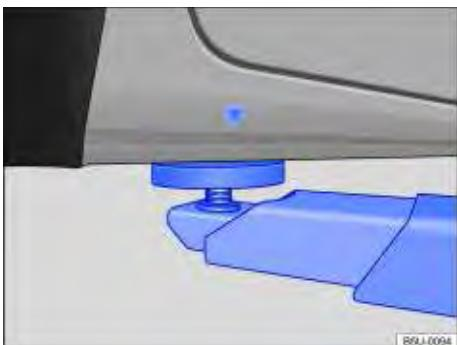
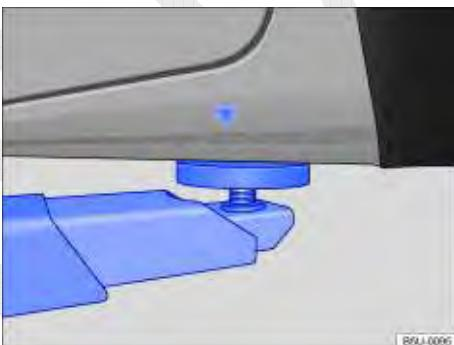

Fig. 143 Pontos de apoio dianteiros para a suspensão com plataforma elevatória ou com macaco.
Fig. 144 Pontos de apoio traseiros para a suspensão com plataforma elevatória ou com macaco.
O veículo deve ser suspenso somente pelos pontos indicados nas figuras ⇒ Fig. 143 e ⇒ Fig. 144. Se o veículo não for suspenso pelos pontos indicados, podem ocorrer danos no veículo ⇒ ⓘ e ferimentos graves ⇒ ⚠️.
- Suspender o veículo somente pelos pontos indicados nas figuras ⇒ **Fig. 143** e ⇒ **Fig. 144**. Se o veículo não for suspenso pelos pontos indicados, o veículo pode cair da plataforma elevatória quando, por exemplo, o motor ou a suspensão for desmontado.